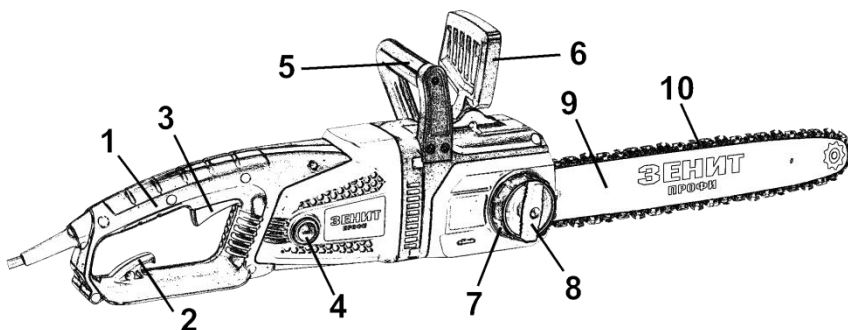

Рисунок 1
4.1.2 Відкрутіть фіксатор (8, рисунок 1), від'єднайте захисну кришку приводного зубчастого колеса.